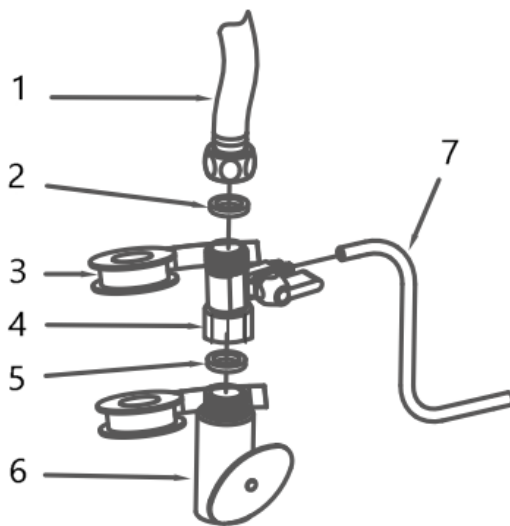

Fig.1
3. Raccorder la vanne de dérivation à la vanne de la source d'eau et au tuyau (Fig. 1).